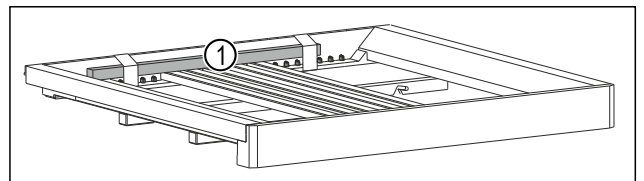

Fig. 6
- ▶ Holzstab Fig. 6 (1) entfernen.